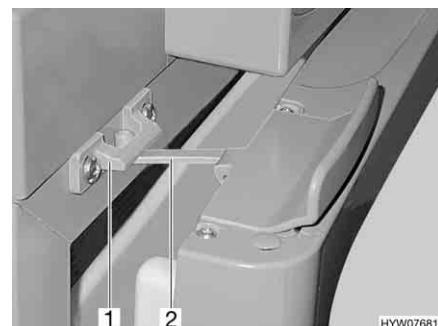

Fig. 105 Porta del frigorifero in posizione di ricircolo d'aria (Thetford)
- Aprire il bloccaggio (Fig. 105,2) e innestarla nella sede di bloccaggio (Fig. 105,1). In questo modo la porta del frigorifero rimane ferma in posizione socchiusa.